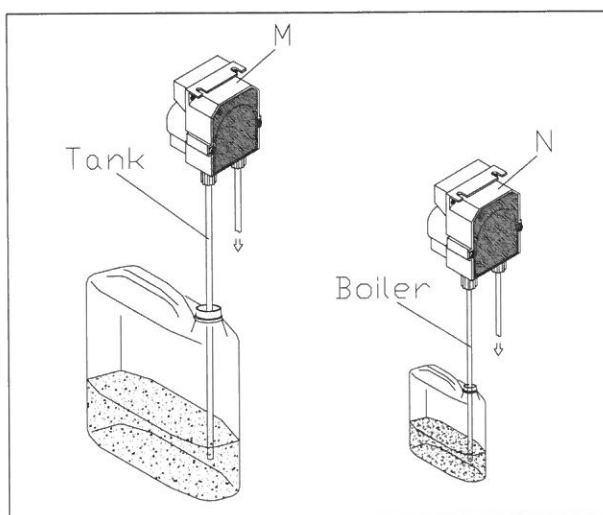

Рис. 3-4
- Настройки дозатора моющего средства (M) (по запросу) и дозатора ополаскивателя (N) выставляет производитель машины. Изменить настройки можно с помощью регулировочных винтов на дозаторах. Емкости для моющего средства и ополаскивателя (если они не поставляются вместе с машиной) необходимо размещать рядом с машиной и подключать сзади машины (к баку для моющего средства и бойлеру для ополаскивателя) (fig.3-4) с помощью прозрачных труб.
- The detergent dispenser (M) (optional) and rinse aid dispenser (N) are regulated by the manufacturer. If the setting needs to be changed, turn the regulating screw on the dispensers. The detergent and rinse aid containers (if not provided with the appliance) should be placed next to the machine and connected to the transparent pipes fitted to the back of the appliance (Tank for the detergent and Boiler for the rinse aid) (fig.3-4).
- Die Dosierer des Reinigungsmittels (M) (auf Anfrage) und des Glanzspülmittels (N) werden werkseitig eingestellt. Für andere Einstellungen die Stellschraube der Dosiervorrichtung regeln. Die Behälter für Reinigungsmittel und Glanzspülmittel ( wenn nicht mit dem Gerät mitgeliefert) müssen in unmittelbarer Nähe der Maschine stehen und die Entnahme erfolgt über die durchsichtigen Schläuche (Tank für das Reinigungsmittel und Boiler für Glanzspülmittel) an der Rückseite des Geräts (fig.3-4).
- Les doseurs du détergent (M) (sur demande) et du produit de rinçage (N) seront réglés par le constructeur. S'il vous fallait régler différemment, faire tourner la vis de réglage sur les doseurs mêmes. Les alvéoles à détergent et à produit de rinçage (si non fournies avec l'appareil) seront mises près de la machine et le prélèvement sera effectué par des tubes transparents (Tank pour le détergent et Boiler pour l'agent de brillantage) situés derrière l'appareil (fig.3-4).
- Los dosificadores de detergente (M) (a pedido) y abrillantador (N) salen de la fábrica regulados por el Constructor. En el caso de que se necesitara una regulación distinta, usar el tornillo de dosificación de los propios dosificadores. Si los contenedores de detergente y abrillantador no forman parte del equipamiento base, se deben colocar cerca de la máquina; el detergente y el abrillantador se sacan a través de los tubos de toma transparentes (letrero Tank para el detergente y Boiler para el abrillantador) ubicados en la parte trasera del aparato (fig.3-4).